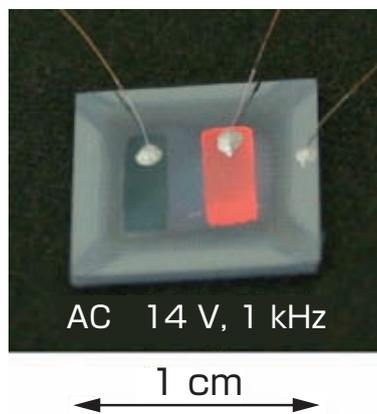

図1 ペロブスカイト型酸化物を用いた無機EL素子の発光
電気回路のコンデンサーとしても利用されているチタン酸バリウムなどに代表されるペロブスカイト型の無機酸化物を用いて薄膜エレクトロルミネセンス (EL) 素子を作製しました (図1)。発光開始電圧は交流10 V程度であり、透明電極全体から光を出す面発光を行うため、広い視野角が得られます。